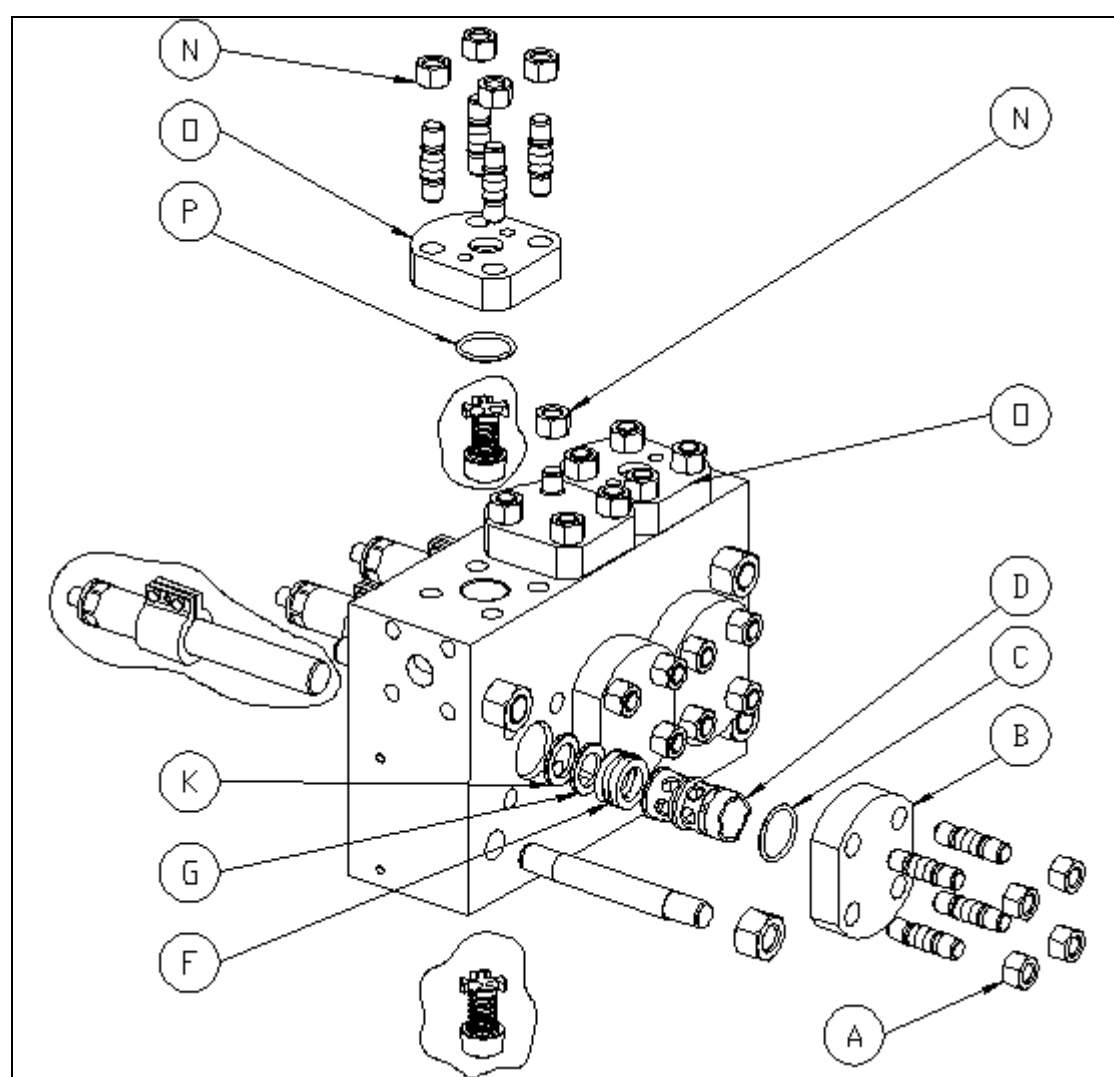
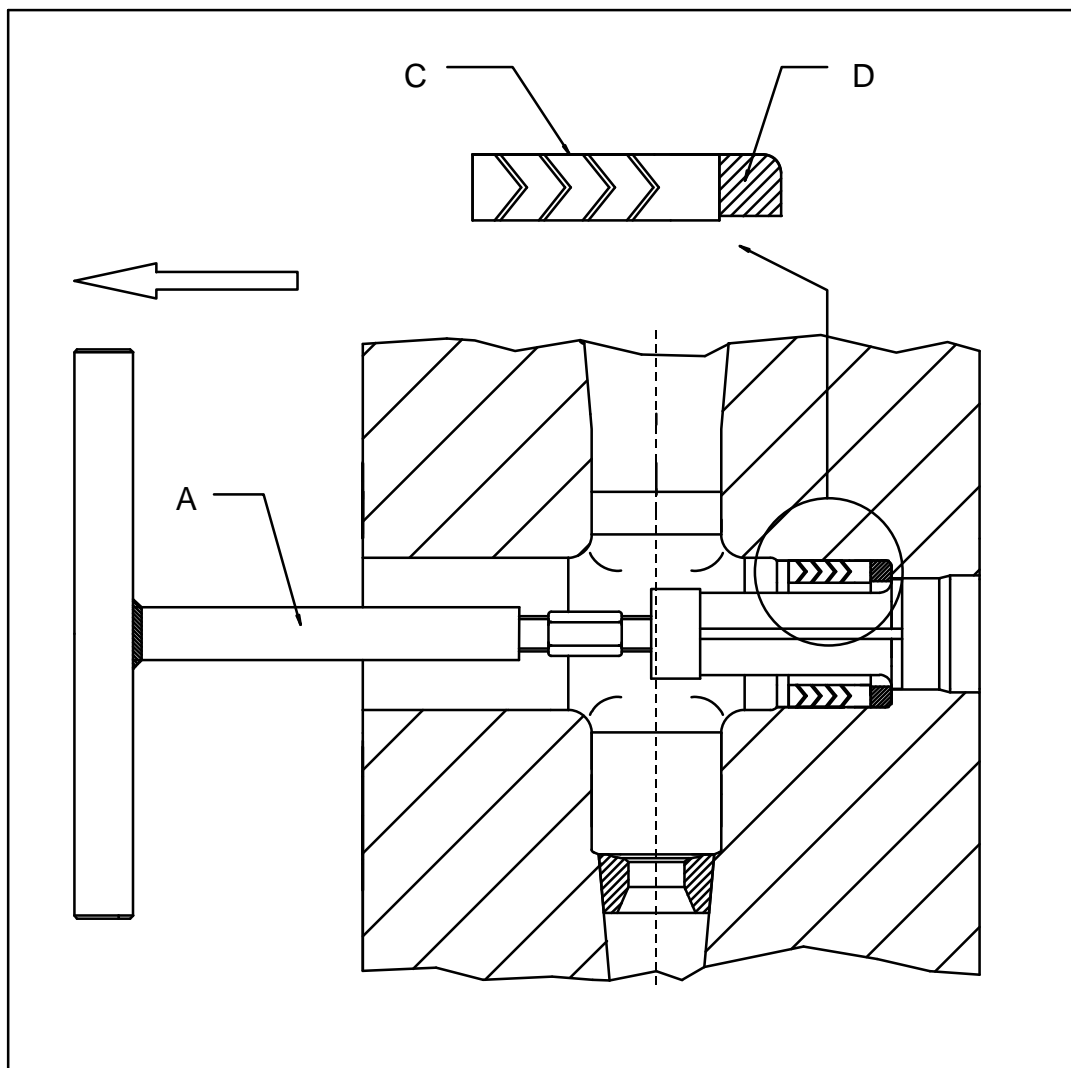
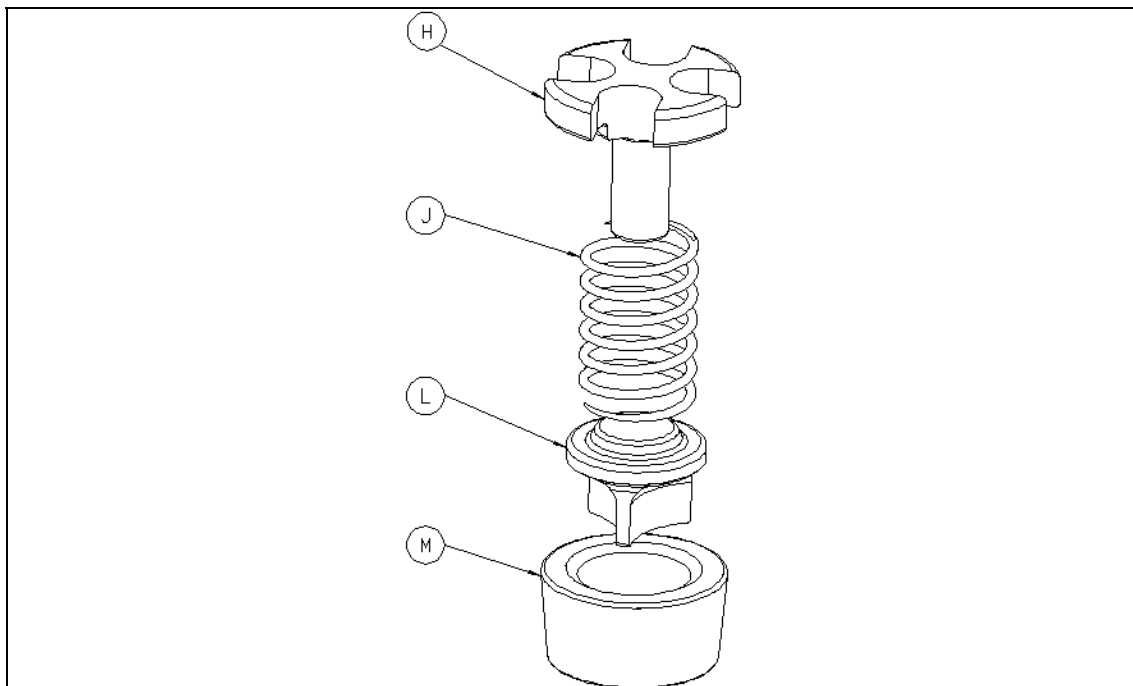

ABBILDUNG 4.4.3
ABBILDUNG 4.4.7
ABBILDUNG 4.4.9
Wie folgt die Frontflansche abmontieren (Abbildung 4.4.3):
- *die Muttern (A) abschrauben und die Frontflasche (B) abnehmen; der Dichtungsring (C) bleibt normalerweise am Flansch*
- *den Abstandsblock (D) wegnehmen;*
- *den Ventilaufsatz (H, siehe Abbildung 4.4.9 oder 4.4.10) abnehmen, wenn er der Kolbenentnahme im Weg ist*
- die Position der Packungen sicherstellen (Abbildung 4.4.3, Pos F)
- den Ventilaufsatz (H) einsetzen, falls dieser entfernt wurde
- den Abstandsblock (D) einsetzen, dazu auf den Ventilaufsatz drücken (H siehe Abbildung 4.4.9 oder 4.4.10) um der Feder entgegenzuwirken (gegebenenfalls einen Schraubenzieher verwenden)
- den Flansch (B) mit dem Dichtungsring (C) montieren
- die Muttern (A) gemäß den Angaben im Kapitel 4.3, Tabelle 4.3.1 festziehen.
Nachdem die Kolben ausgebaut wurden, kann die Packung mit Hilfe des mitgelieferten Entnahmewerkzeugs (Abbildung 4.4.3, Pos F) und ihre Unterlegscheibe (G) herausgenommen werden, siehe Abbildung 4.4.7:
- das Entnahmewerkzeug (A) in den Kolbenzylinder einschieben
- die Packungsunterlegscheibe (D) und die Packung (C) zugleich herausnehmen.
ACHTUNG: Kontrollieren Sie die Montagerichtung der Packung: die Spitze des "V" der Ringe muss zum Kopfende zeigen (siehe Detail in Abbildung 4.4.7).
Die Vorderflansche wie folgt ausbauen (Abbildung 4.4.3):